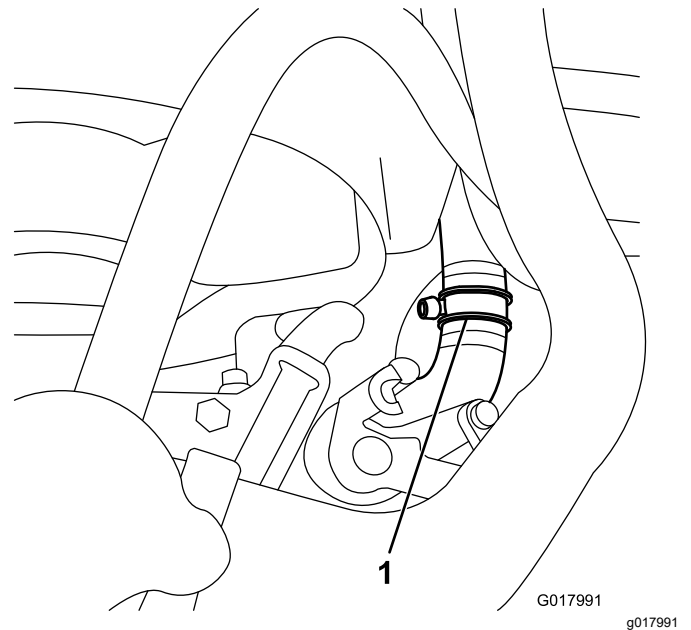

Figura 33
3. Corte la manguera inferior del radiador a 54 mm aproximadamente del extremo de la manguera que va al radiador (Figura 33).
4. Conecte el acoplamiento en T a los extremos recién cortados de la manguera inferior del radiador con las 2 abrazaderas anchas (Figura 33).